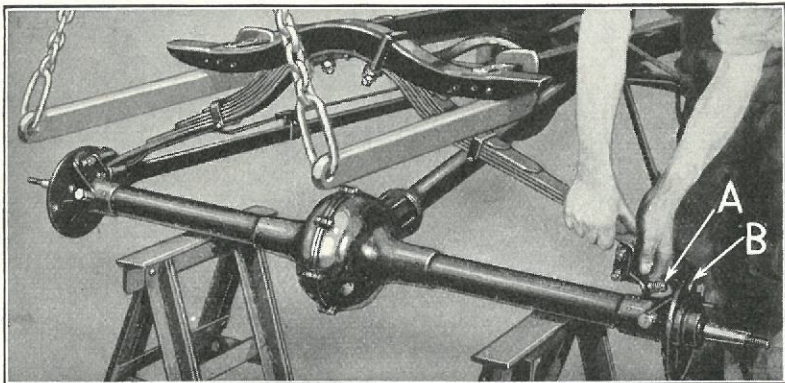

Fig. 68
- (a) Løft Chassiset med Strop og Talje og læg Bagakslen paa Bukke (Fig. 68).